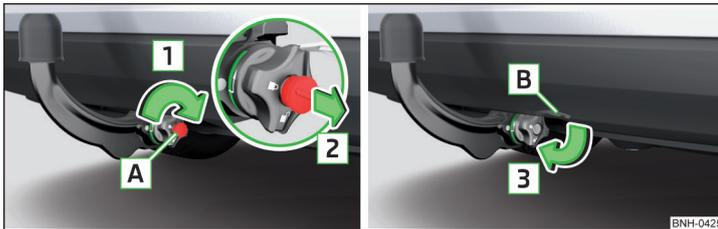

Fig. 216 Bloquear la cerradura y retirar la llave/ Introducir la tapa en la cerradura
- Gire la llave **A** en el sentido de la flecha **1** de manera, que la flecha en la llave muestra hacia el símbolo  » fig. 216.